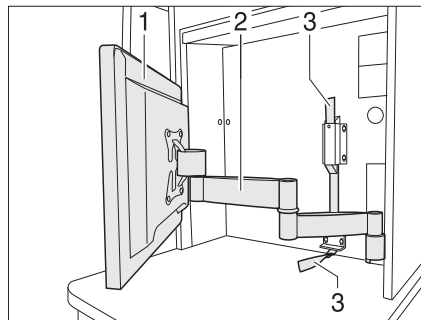

Fig. 84 Pantalla plana con brazo articulado
- Tirar de la cinta textil (Fig. 84,3) para desbloquear el brazo articulado (Fig. 84,2).
- Girar la pantalla plana (Fig. 84,1) a la posición deseada.